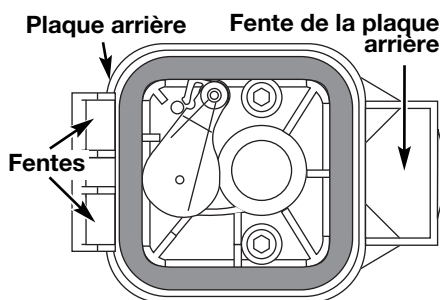

Fig. 30
6. Remplacez le filtre (Fig. 30).
7. Réinstallez le couvercle du filtre à air. Placez les crochets à gauche du filtre à air dans les fentes à gauche de la plaque arrière (Fig. 30).